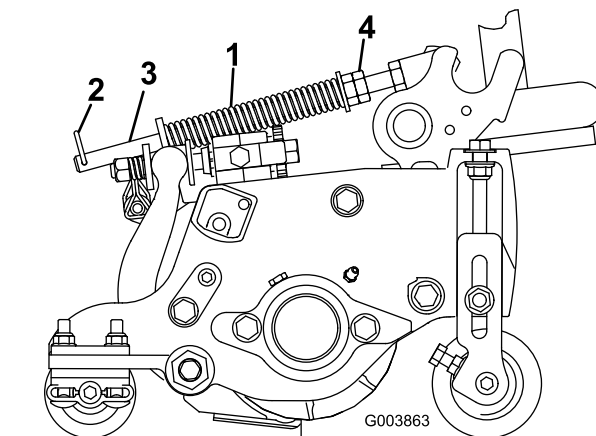

Figura 17
La molla di compensazione del manto erboso (Figura 17) trasferisce il peso dal cilindro anteriore al cilindro posteriore, per contribuire a ridurre l'ondulazione del manto erboso, detta anche fluttuazione o bobbing.
1. Verificate che la coppia sia montata nel foro posteriore dell'asta della molla (Figura 17).
2. Serrate i dadi esagonali sulla parte anteriore dell'asta della molla fino a ridurre la lunghezza compressa della molla a 12,7 cm sugli apparati di taglio da 12,7 cm, oppure a 15,9 cm sugli apparati da 17,8 cm (Figura 17).